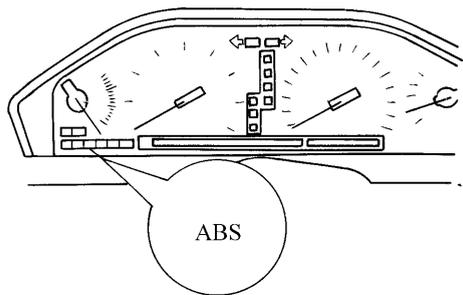

图 2-136 ABS 故障报警灯
(1) 检查 ABS 故障报警灯 (图 2-136)。点火开关拧至 ON, ABS 故障报警灯应持续亮 3s, 否则要进行 ABS 报警灯电路的故障排除。